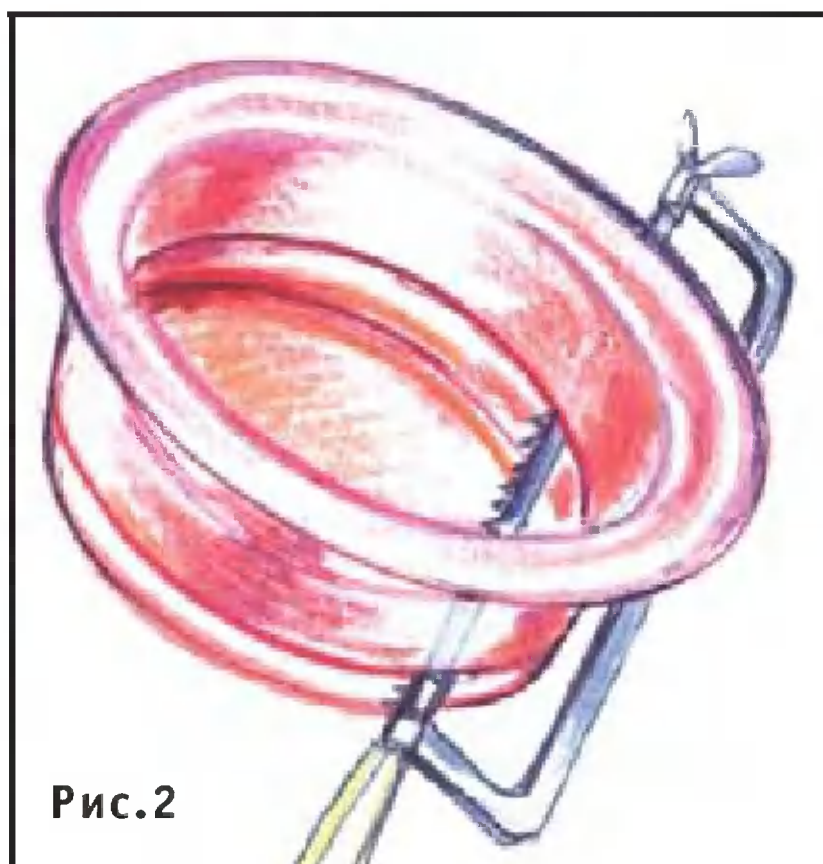

Рис.2
отпилите ножовкой верхнюю часть старого пластмассового тазика (см. рис. 2). Далее на ней проведите черту и на равном расстоянии просверлите ряд отверстий для спиц.
Несколько сложнее первый волчок. Здесь важная роль отводится пепельнице (рис. 2).
Мишенью может послужить также маятник. В этом случае массу батареи питания и габариты конденсатора C1 можно увеличить, а схему и конструкцию упростить (рис. 2). Этот вариант устройства действует аналогично рассмотренному; в источнике питания годятся три элемента типа СЦ-0,18 (от лазерной указки) либо три LR03 (AA).